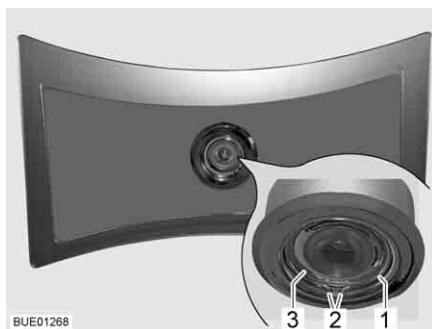

Fig. 206 Plafonnier
- Presser la rondelle élastique (Fig. 206,1) par ses deux extrémités (Fig. 206,2) et la retirer.
- Extraire le boîtier (Fig. 206,3) avec la DEL de la lampe.